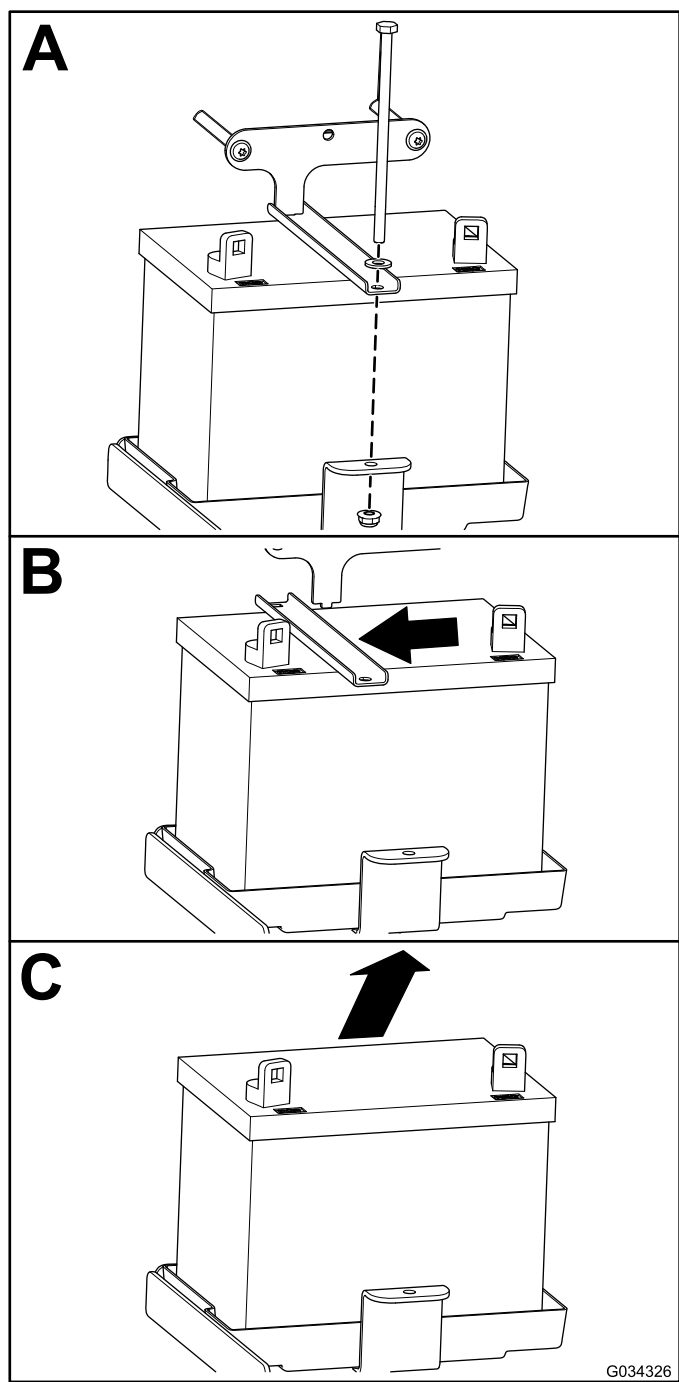

Figura 46
2. Retire a bateria como se mostra na Figura 46.